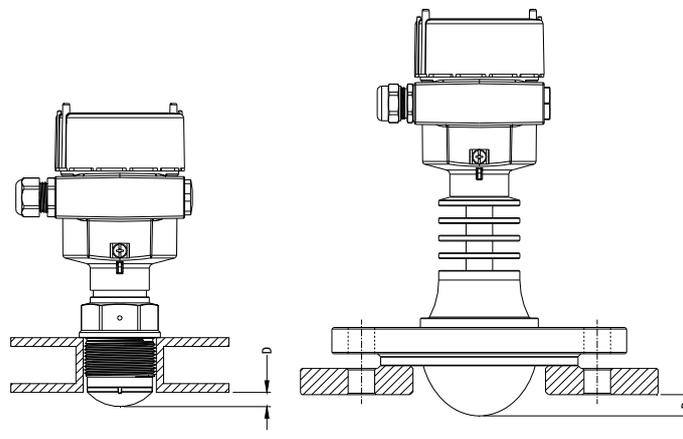

图 6
- 管接头安装-短接头：短的管接头与雷达仪表进行螺纹连接时，雷达天线末端需要超出管接头至少 10mm，如图 6。